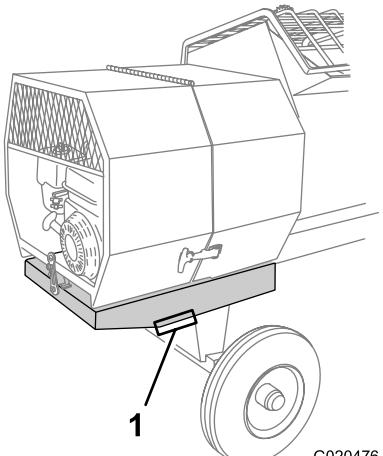

Figura 21
- Coloque un soporte fijo en cada punto de apoyo de la extensión del bastidor trasero (Figura 21).